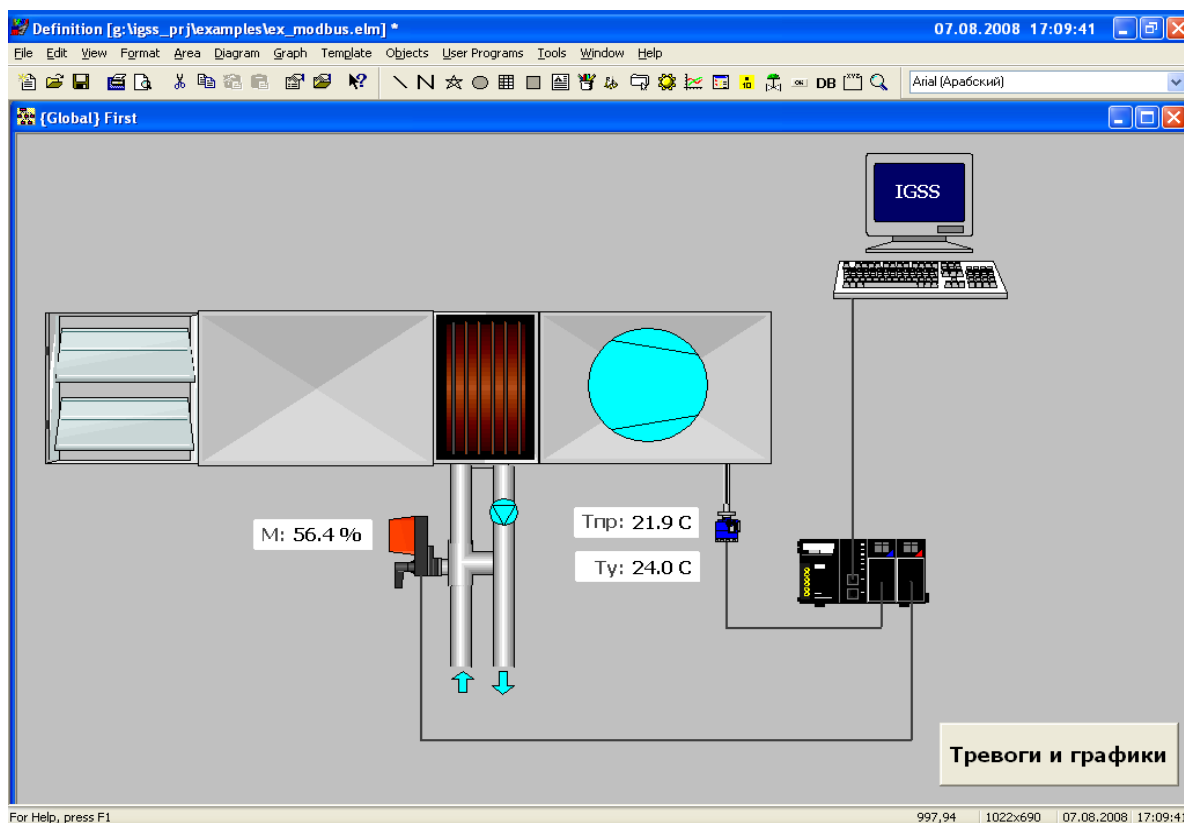

Рис. 8. — Мнемосхема с кнопкой перехода на диаграмму
- 14 На первой диаграмме поместите элемент Windows button, в свойствах которого укажите **Text to display** «Тревоги и графики». Пример диаграммы приведен на рис. 8.